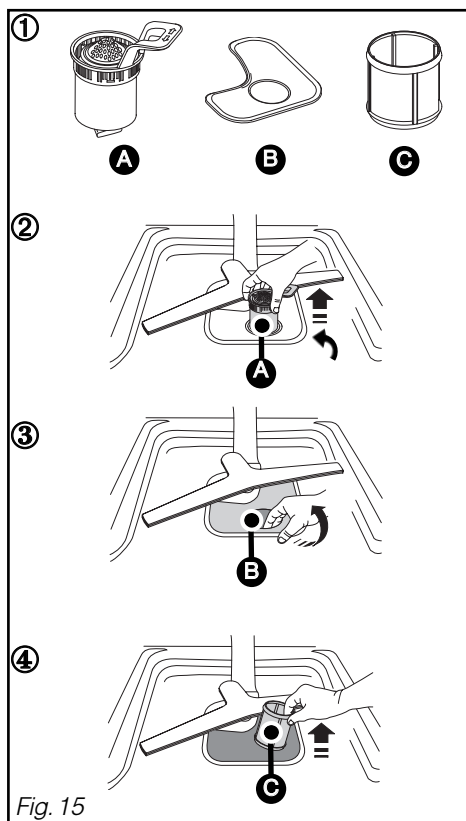

Fig. 15
- ① Antes de retirar os filtros, remova os restos que estão no filtro principal grande **B** com uma esponja, para que os restos não bloqueiem os aspersores rotativos. Oriente o rotor **D** tal como mostrado no desenho. (Fig. 15)
- ② Desaperte o filtro de limpeza com um quarto de volta e retire-o **A**.
- ③ Retire o filtro principal **B**.
- ④ Retire o ecrã do micro filtro **C**.